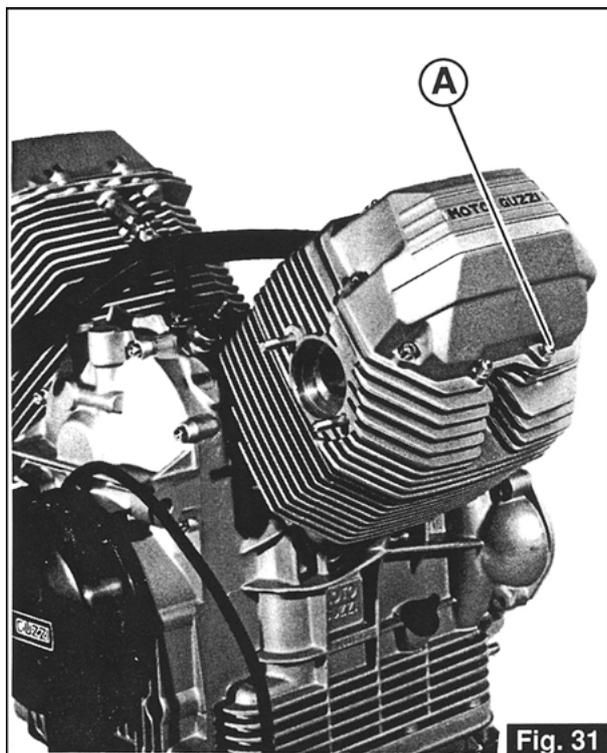

Fig. 31
- Desserrez les vis «A» de fixation couvercle culasse et retirez le couvercle (Fig. 31).